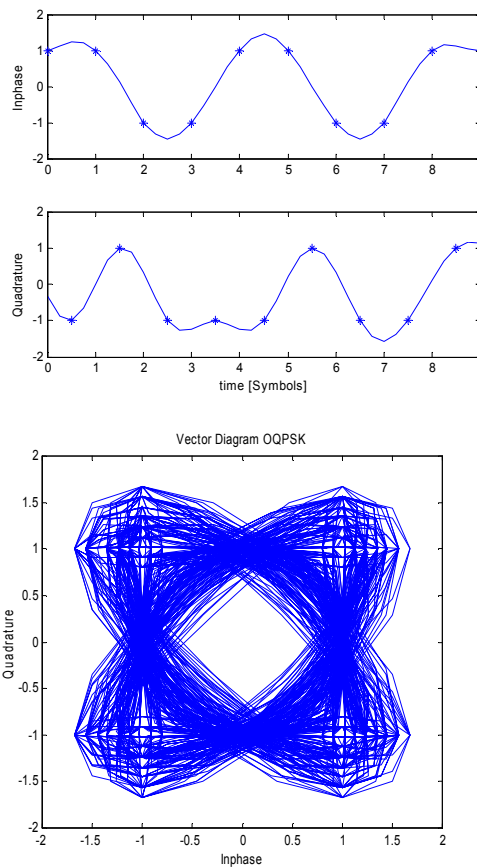

Bild 59 Beispiel Vector Diagram OQPSK mit $\alpha = 0.35$
- Bei der Darstellung des IQ-Diagramm (IQ VECTOR) wird die zeitliche Verzögerung nicht kompensiert. Das Schirmbild entspricht der physikalischen Darstellung von Bild 59.